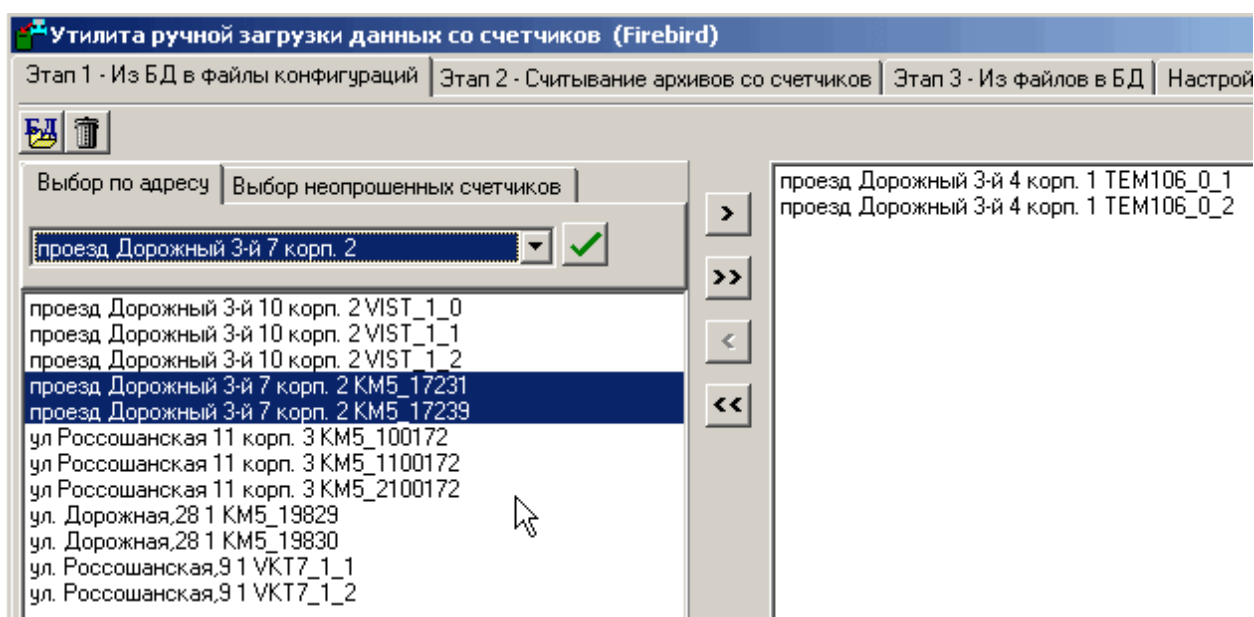

Рис. 34. Вкладка «Этап 1» главного окна программы INBAZAhand.
3. Происходит процесс подключения к БД, в результате чего в левом информационном окне появляется список всех приборов, зарегистрированных в диспетчерской системе (Рис.34). При этом удобно пользоваться на верхней панели вкладкой «Выбор по адресу» или «Выбор неопрошенных счетчиков», с помощью которых выбираются нужные счетчики, и выбор подтверждается нажатием кнопки .